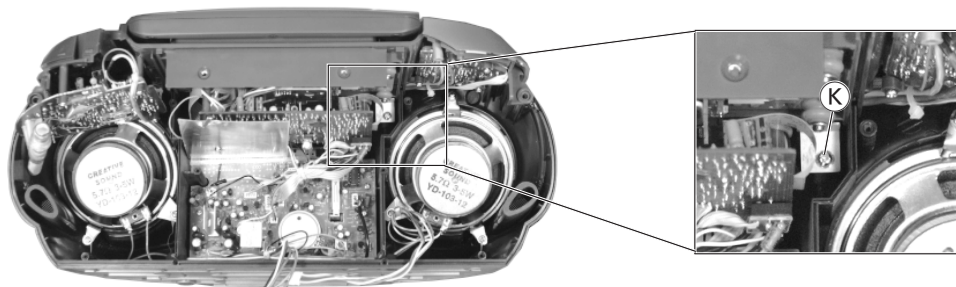

Fig. 5
- Schraube ⑥ (Fig. 5) herausdrehen.
- Undo screw ⑥ (Fig. 5).